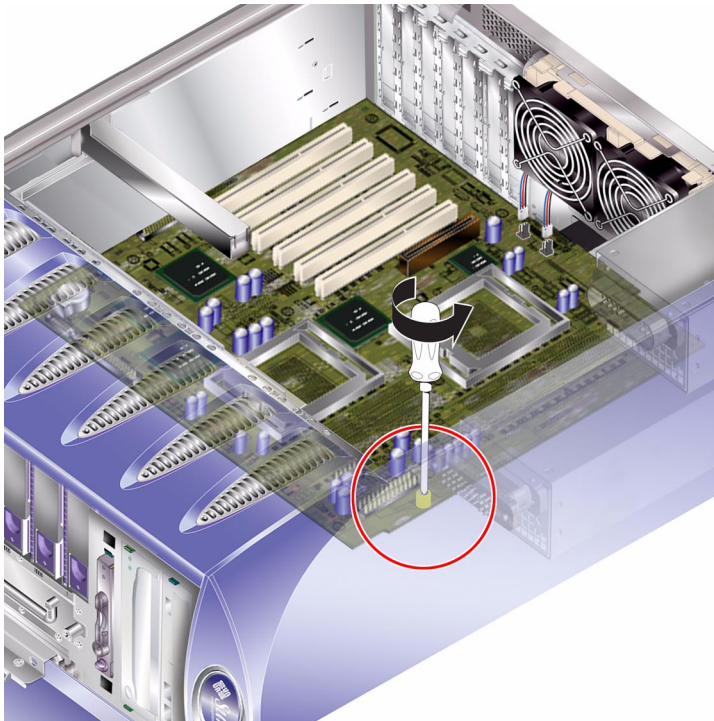

FIGURA 1-22 Posizione della vite di fissaggio della scheda di sistema
11. **Svitare la vite di fissaggio della scheda di sistema.** Vedere la FIGURA 1-22.